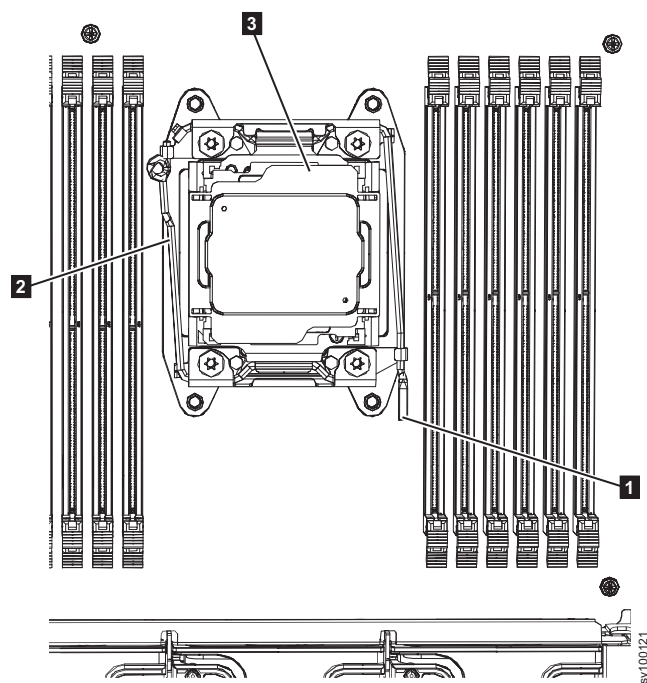

図 291. リリース・レバーを開く
4. 387 ページの図 291 に示すように、マイクロプロセッサ・ソケットのリリース・レバーおよび保持器具を開きます。